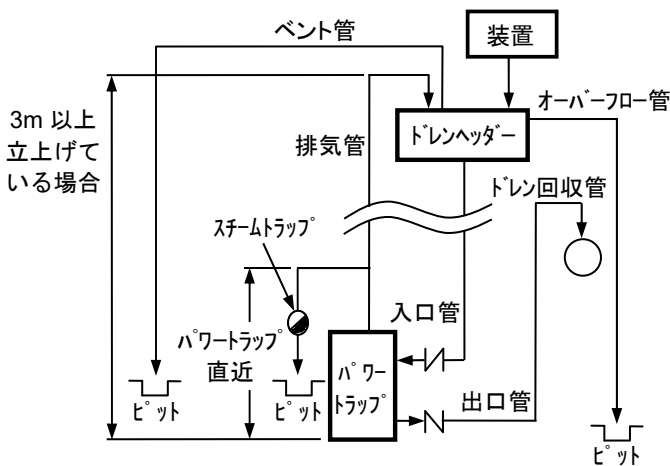

図 1
- ① 排気管の本体取出し口付近にスチームトラップを取り付ける。（図1）